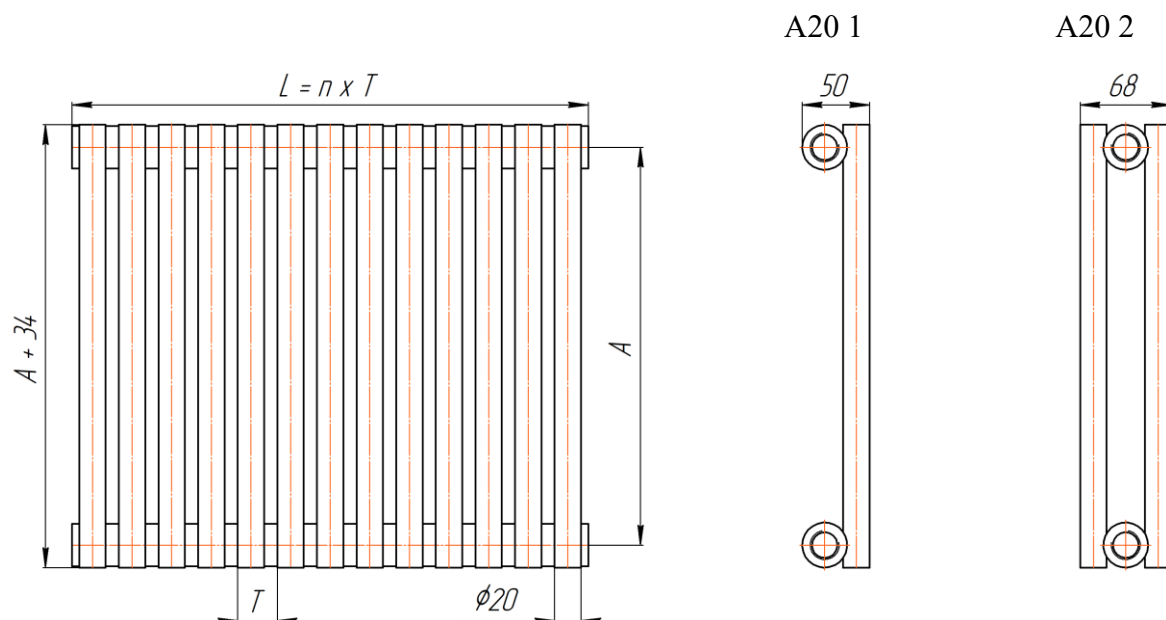

Рис.1 T – шаг (T = 30 мм), n – количество секций.
2.1. Основные размеры и параметры радиаторов приведены на рис.1 и в таблице.